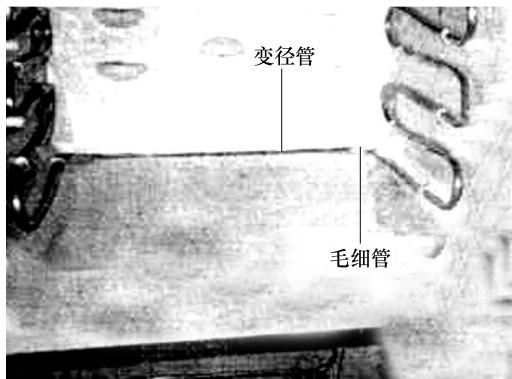

图3-82 变径管位置
1) 配置新的毛细管，并通过一段变径管（一般为4mm铜管）焊接在上蒸发器的进口处，如图3-82所示。